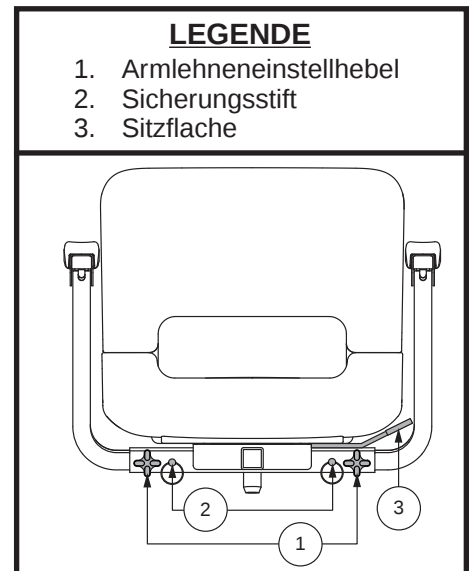

Abb. 24. Sitzeinstellungen
Der Hebel zur Verstellung der Sitzrotation befindet sich an der rechten Seite des Sitzrahmens und fixiert den Sitz in den unterschiedlichen Positionen. **Siehe Abb. 24.**
1. Lösen Sie die Armlehneinstellhebel. **Siehe Abb. 24.**